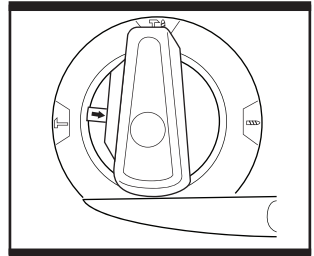
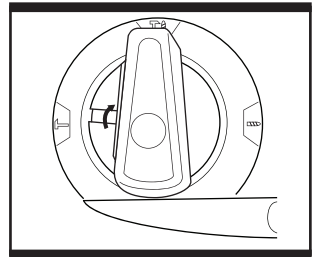

Fig. 7
Fig. 8
8. HAMMER DRILL FUNCTION (Fig. 7 & Fig. 8)
9. DRILLING FUNCTION (Fig. 7 & Fig. 8)
10. HAMMER FUNCTION (Fig. 7 & Fig. 8)